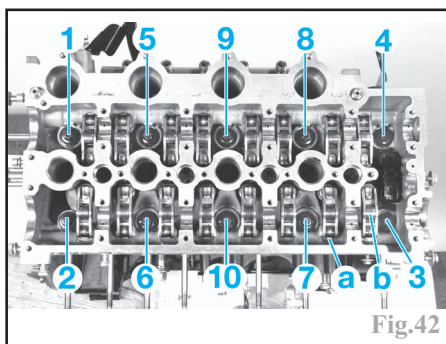

Fig.42
- tous les linguets (b) avec leur poussoir hydraulique (a) en repérant leur position (Fig.42).